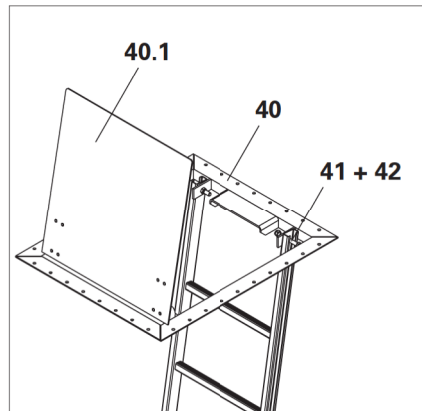

Fig. B4.04
2. Dall'alto, fissare la scala alla botola con 2 viti M12 x 40 e i dadi (**41 + 42**). (Fig. B4.04)